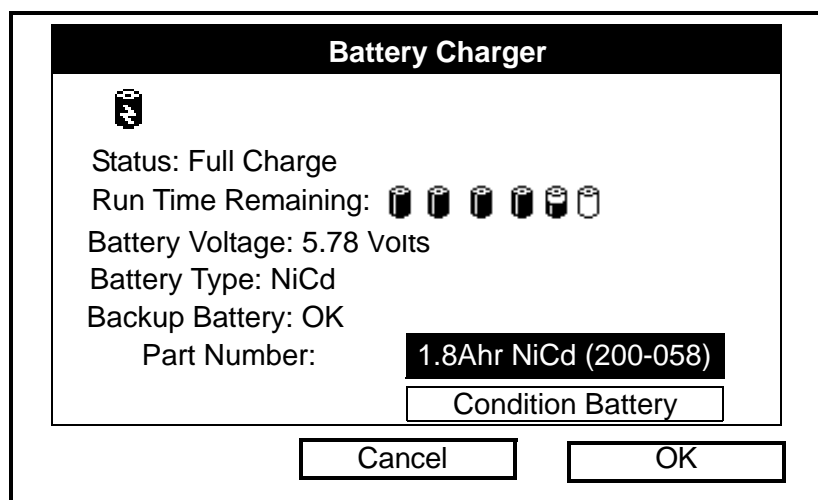

Figura 3-13: Ventana *Battery Charger* (Cargador de baterías)
2. Desplácese hasta la opción *Battery* (Batería) y pulse [ENTER]. Se abrirá la ventana *Battery Charger* (Cargador de baterías) (consulte la figura 3-13).